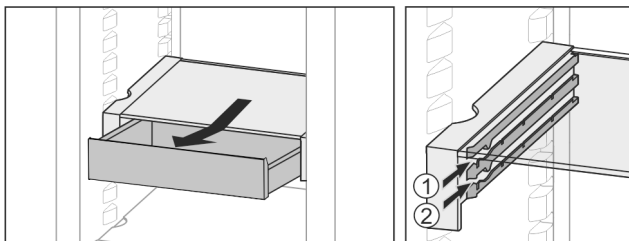

Fig. 29
- ▶ Вкарайте го на височина по избор Fig. 29 (1) или Fig. 29 (2).